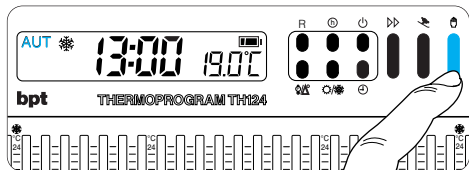

Fig. 45
**Nota.** Per ritornare in funzionamento AUTOMATICO prima dello scadere del tempo impostato, premere il pulsante  $\text{☞}$  (fig. 45).